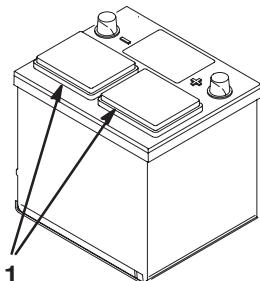

Figure 2
- Nettoyez le dessus de la batterie puis retirez les bouchons d'aération (Fig. 2).